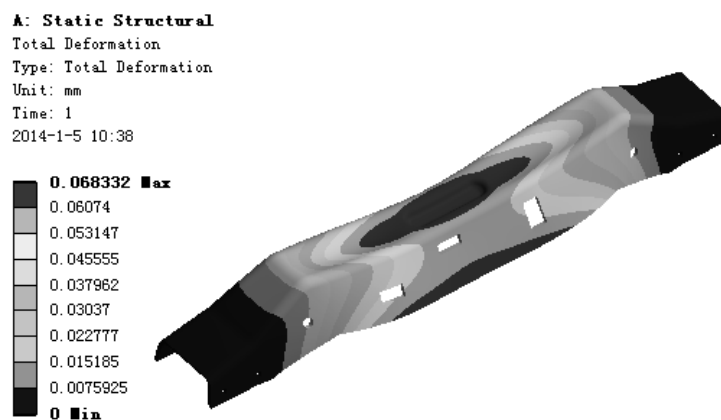

图 9.5.20 位移变形结果图解
(3) 查看位移变形结果图解。在“Outline”窗口中选  **Total Deformation**，查看图 9.5.20 所示的位移变形结果，其最大位移为 0.068332mm。